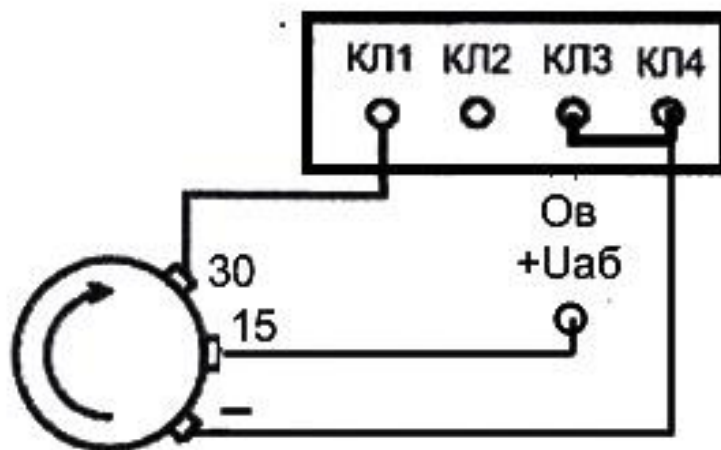

Рис. 2.7. Схема подключения генератора Г222 при проверке под нагрузкой
- подключить генератор к стенду в соответствии с рис. 2.7.